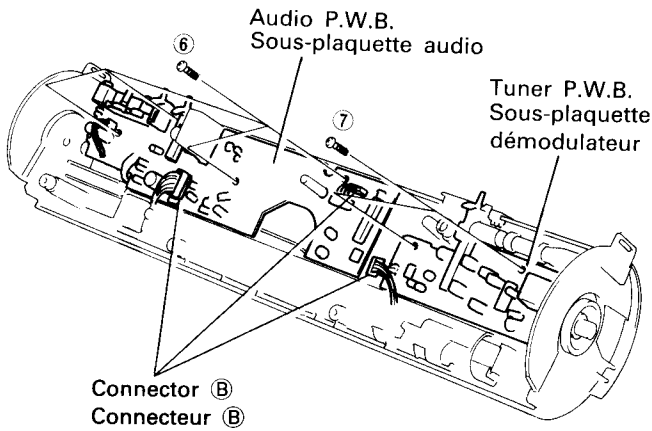

Fig. 4
Disconnect three connectors ⑥ on the audio P.W.B. (Fig. 4)
4. Audio P.W.B. (Fig. 4)
5. Tuner P.W.B. (Fig. 4)
Débrancher les trois connecteurs ⑥ de la sous-plaquette audio. (Fig.4)
4. Sous-plaquette audio (Fig. 4)
5. Sous-plaquette démodulateur (Fig. 4)